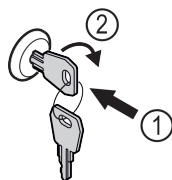

Fig. 103 Beispielhafte Darstellung
- Schlüssel hineindrücken Fig. 103 (1).
- Schlüssel um 90° im Uhrzeigersinn drehen Fig. 103 (2).